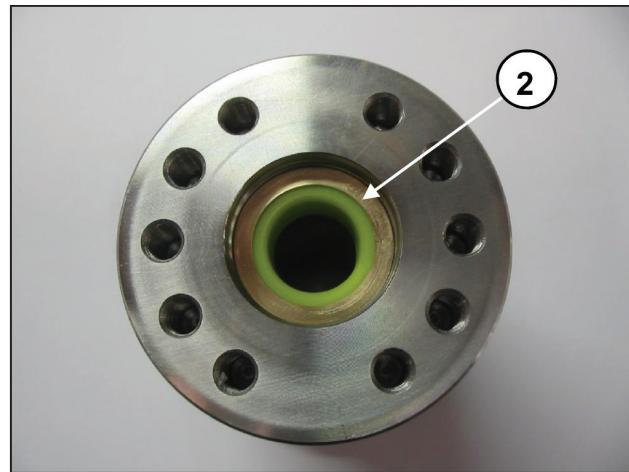
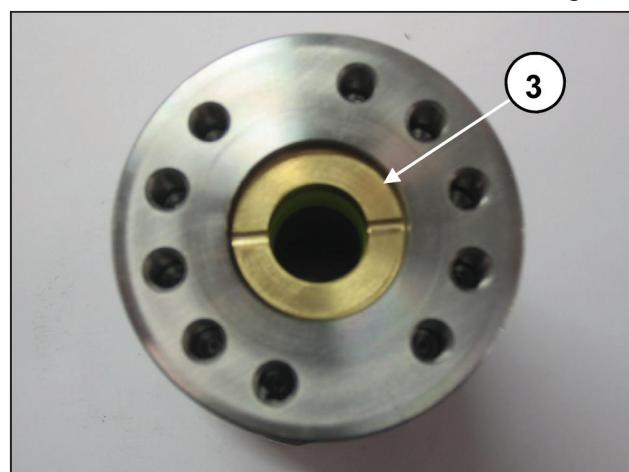
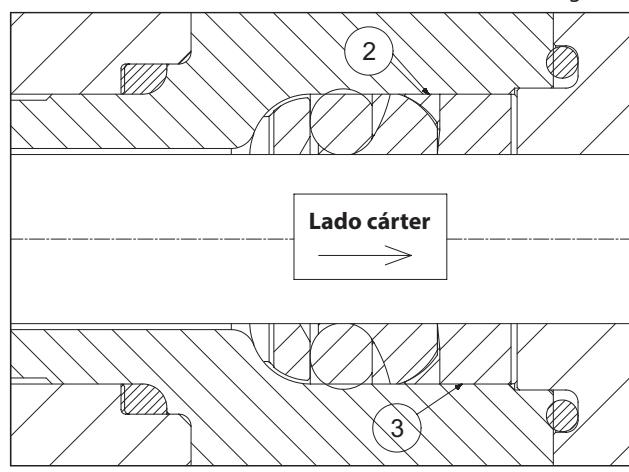

Fig. 124
Fig. 125
Fig. 126
- Introducir la anilla antiextrusora ② y el casquillo de juntas ③ como se indica en Fig. 124, Fig. 125 y Fig. 126.
El casquillo de juntas ③ se ha de introducir en el soporte con las descargas orientadas hacia el exterior (lado cárter) como se indica en la Fig. 125 y la Fig. 126.